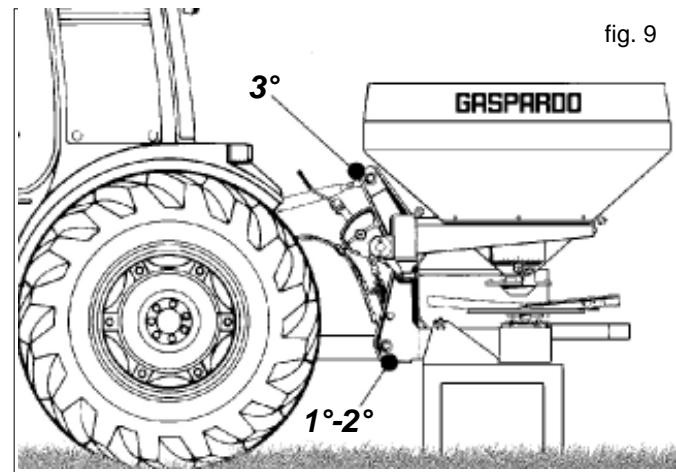

fig. 9
- 1) Applicare le barre inferiori del sollevatore della trattice agli attacchi inferiori dello spandiconcime (fig.9) e inserire le spine di sicurezza